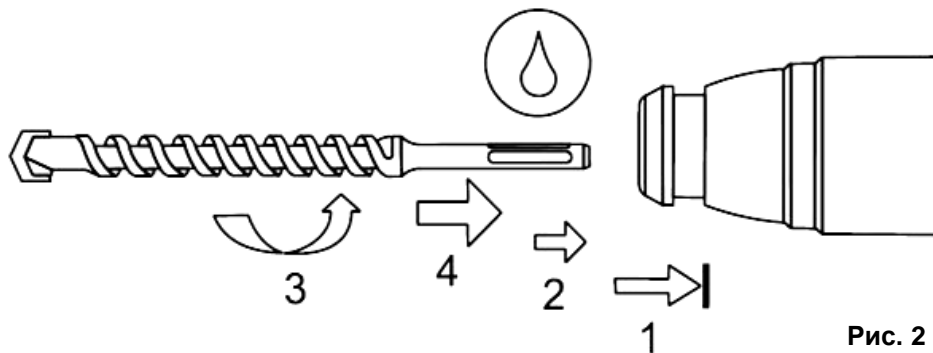

Рис. 2
Смена насадок (См. Рис.2)
- Нажмите на подвижную крышку патрона перфоратора, отведите ее назад (См. Рис.2).